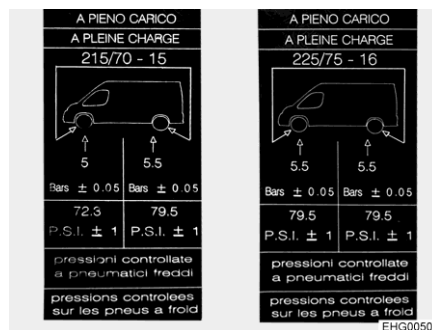

Fig. 188 Autocollant d'indication de la pression des pneus sur le montant B (exemple)
- ▷ Les autocollants indiquant la pression de pneus nécessaire sont apposés sur le côté intérieur du montant B (voir Fig. 188).